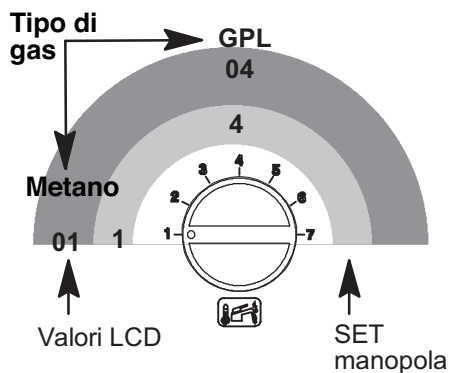

Figura 8.6
- Per cambiare il settaggio ruotare la manopola regolazione temperatura sanitaria 9 e posizionarla sulla posizione prescelta, vedi anche Figura 8.6.